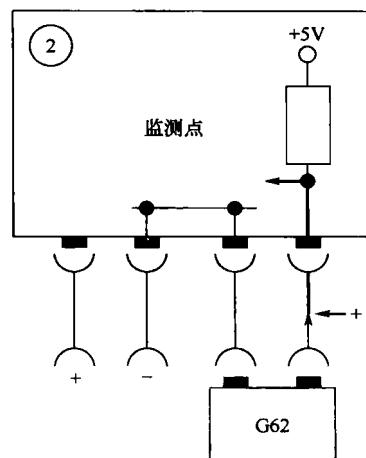

图 2-3 冷却液温度传感器正极短路
(2) 正极短路 当正极短路时(如在连接插头上)，冷却液温度传感器输入端上的电压同样为 5V，如图 2-3 所示。